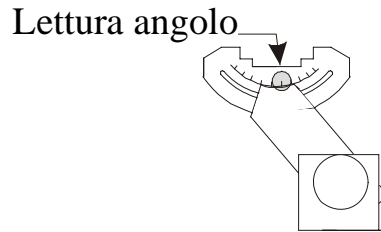

Figura 5
- 3- posizionare il goniometro in maniera da leggere sulla sua scala la latitudine del punto di installazione dell'LP PYRA 12 (figura 5)